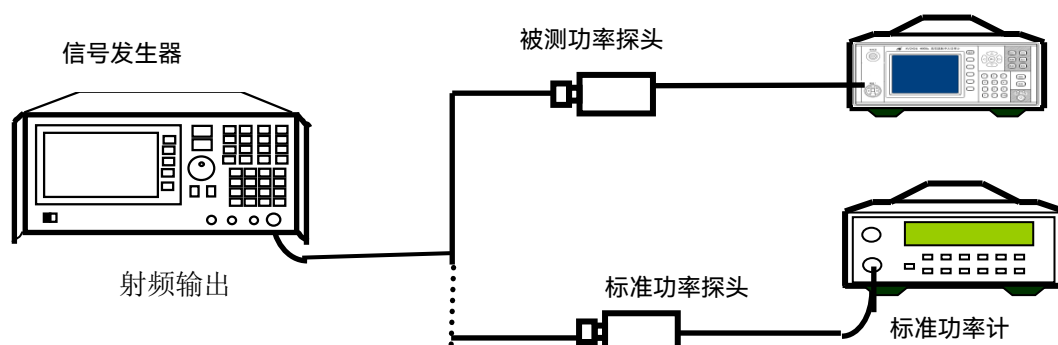

图 7.5 连续波功率探头功率测量范围的测试
- 1) 标准功率计配接功率测量范围-70 ~ +20dBm 的功率探头，待测微波功率计配接待测 71710 系列功率探头，开机预热至少 30 分钟后分别自动校准，按照图 7.5 进行连接。
测试框图如图 7.5 所示。
- 1) 开机预热至少 30 分钟，将配接 71710A 连续波功率探头的微波功率计和标准功率计分别进行校准后，按图 7.5 连接设备。